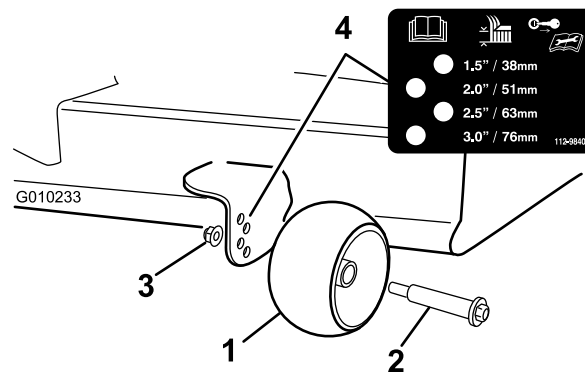

Figura 21
3. Ajuste os rolos anti-danos (Figura 21) para corresponder à posição da altura de corte mais próxima.